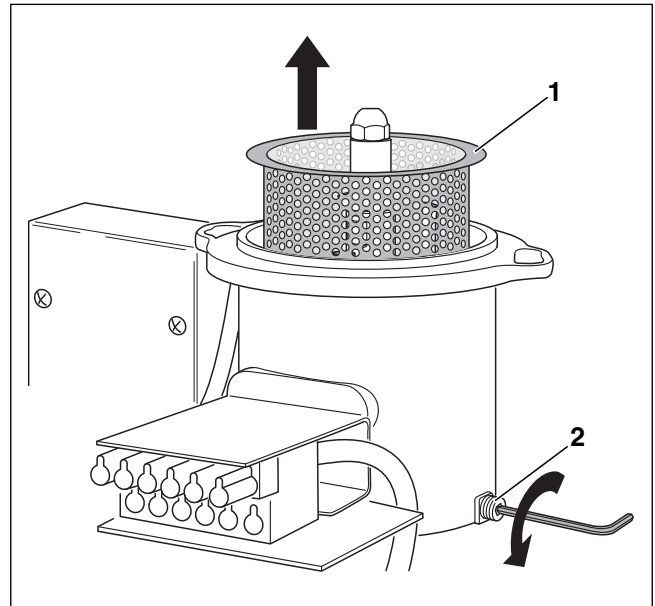

Bild 47 Lochblechzylinder demontieren
- ▶ Gewindestift (→ Bild 47, [2]) außen am Gehäuse lösen.
- ▶ Lochblechzylinder (→ Bild 47, [1]) entnehmen.
- ▶ Lochblechzylinder (→ Bild 47, [1]) mit handelsüblicher Reinigungslösung (Spülmittel) reinigen.
- ▶ Lochblechzylinder (→ Bild 47, [1]) wieder einsetzen und mit Gewindestift befestigen.